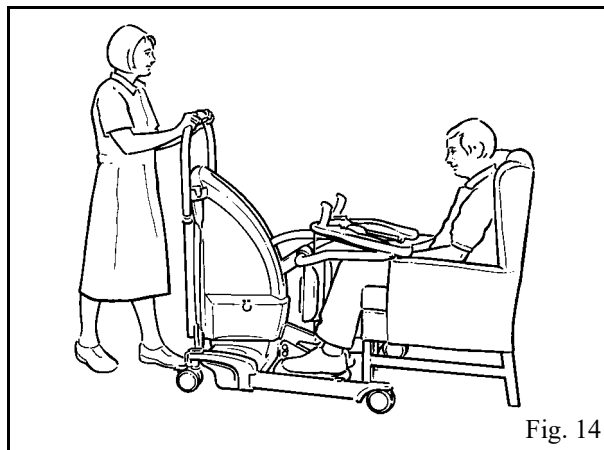

Fig. 14
4. **Para transferencias:** cuando el paciente esté listo, ayude o deje que este ponga el pie en el reposapiés por sí mismo, empujando el Sara Plus ligeramente hacia el paciente para facilitar la operación. (Véase la fig. 14)